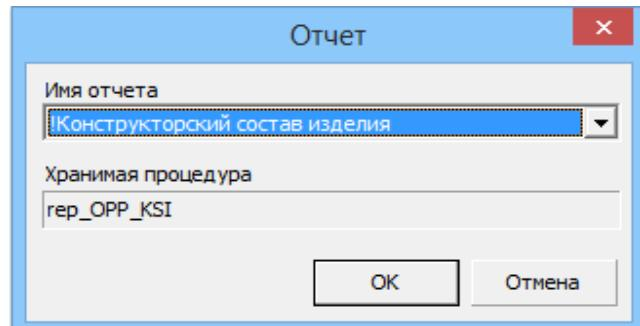

Рисунок 293: Окно выбора отчёта
- 7.1 В поле «**Имя отчета**» из выпадающего списка выбрать отчет «**!Конструкторский состав изделия**» (рис. 293).